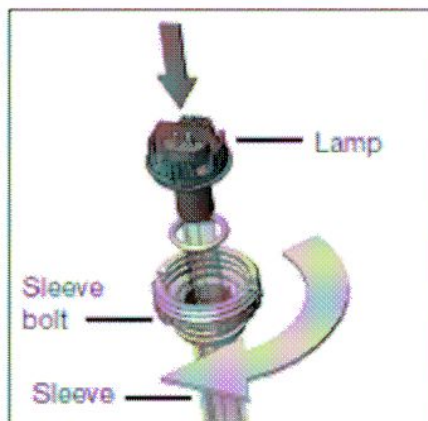

图 8.
2. スリーブの中にランプを完全に差し込んで下さい。その位置においておき、スリーブボルトをランプの端に、手で固くねじで止めてください。（図8参照）